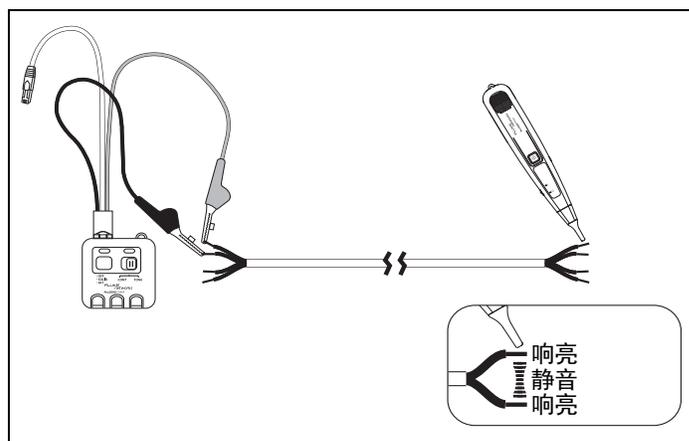

图 4. 跟踪线对
- 2 在与导线成直角的条件下，缓慢移动探头尖端（图 4）。如果音调的音量在第一根导线上较高，在两根导线的中间较低，在第二根导线上较高，则说明您已找到目标线对。
要使用 SmartTone 功能（图 4）：